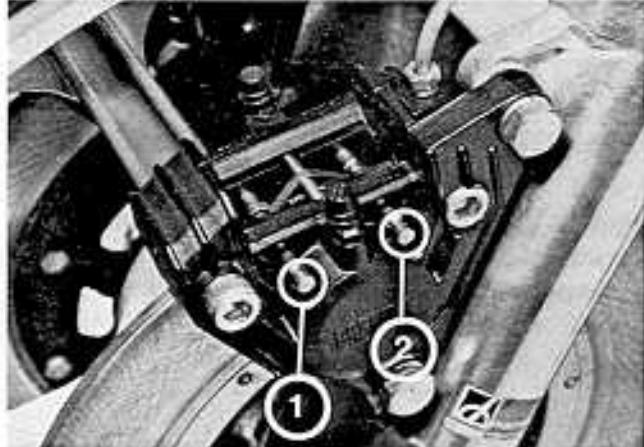

Fig. 188
- Sfilare i due perni di ritegno (1) da ciascuna pinza agendo su di essi con un cacciaspine e leggeri colpi di martello (Fig. 188).
- Drive out the pad retaining pins (1) using a pin punch and tapping it lightly with a hammer (Fig. 188).